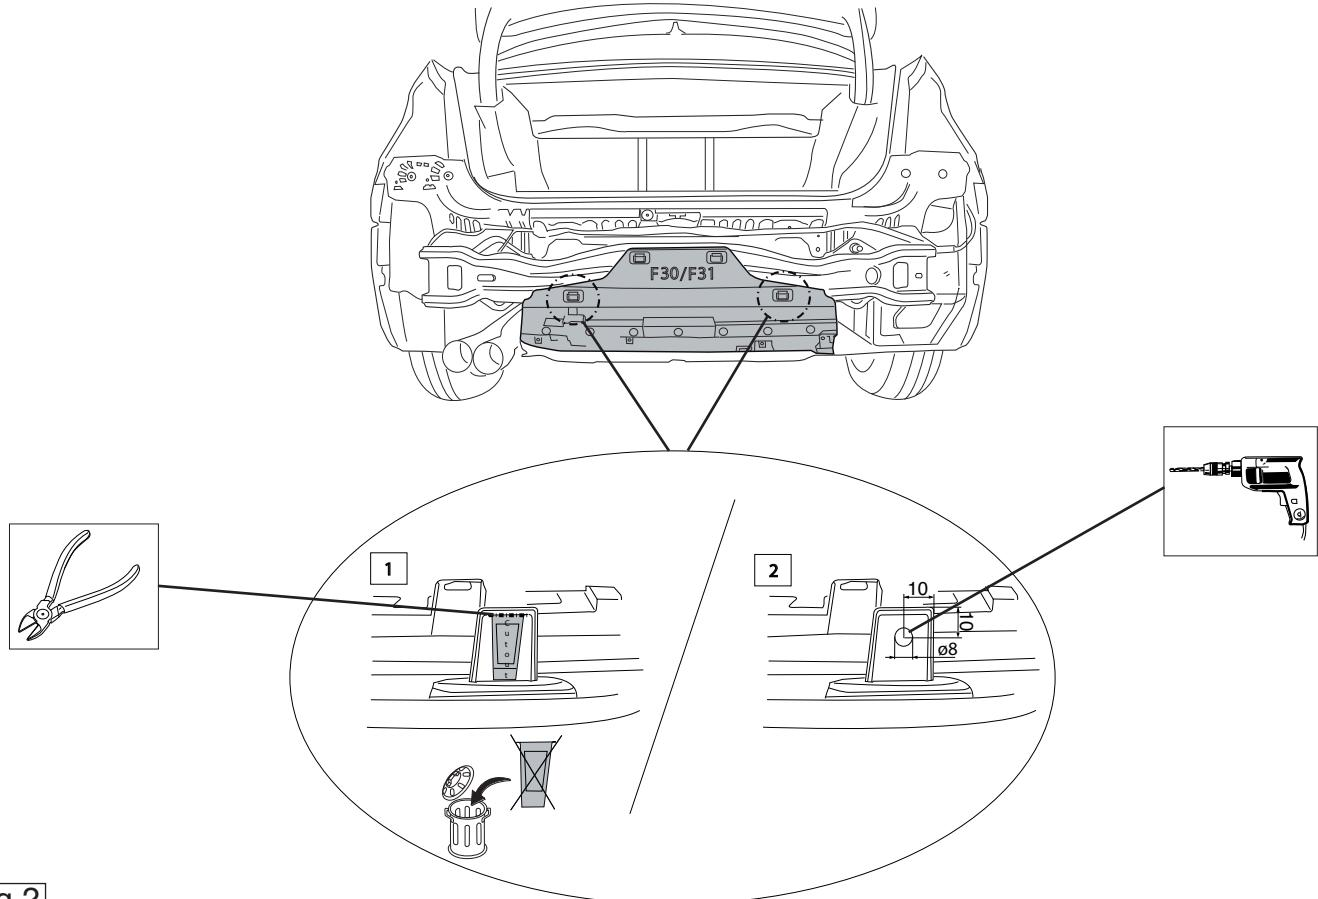

Fig.2
3. Просверлить в буферном брусе отверстия В Ø 8 мм, см. рис. 2.